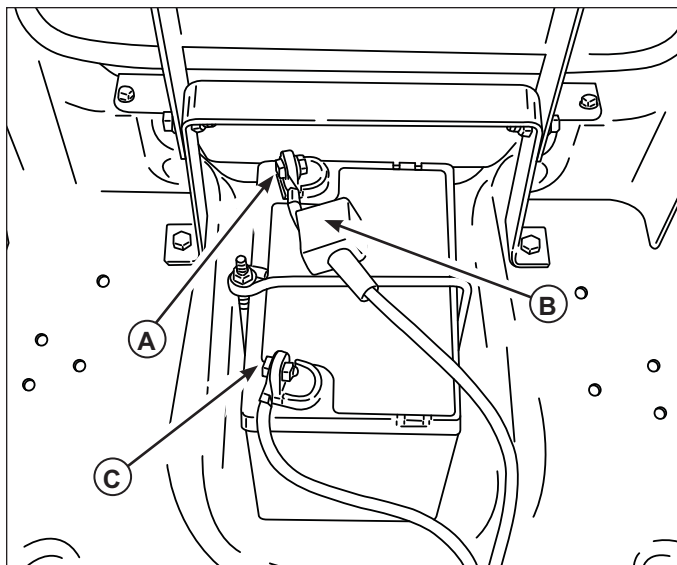

Figure 19. Compartiment de batterie
1. Déconnecter les câbles de la batterie en commençant par le câble négatif (A, figure 19).
3. Réinstaller la batterie et rebrancher les câbles de batterie en commençant par le câble positif (B).
5. S'assurer de replacer le couvre-bornes (C) sur la borne positive de la batterie.